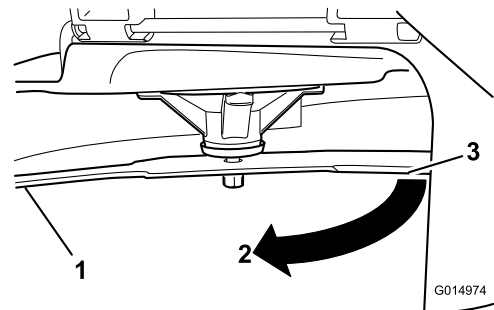

Figura 61
3. Distancia medida entre la cuchilla y la superficie (A)
4. Gire la misma cuchilla 180 grados de manera que el otro extremo esté en la misma posición (Figura 61).